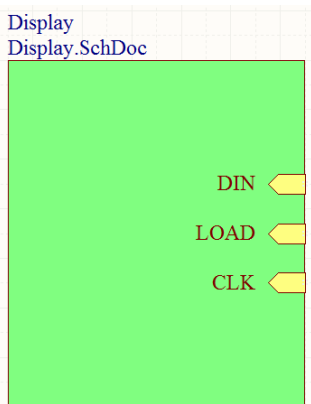

图 7-11 图纸符号和入口
(1) 进入例 7-3 创建的 Top_Level.SchDoc 文档，按下快捷键 P + A，进入放置图纸入口状态，在 Display 图纸符号内部连续放置三个图纸入口。
(2) 分别打开三个图纸入口的属性对话框，在其中的 Name 文本框分别输入 DIN、CLK、LOAD，I/O Type 栏位均设为 Input。
(3) 最终的效果如图 7-11 所示。